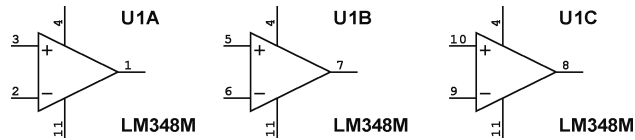

图 5-76 放置元器件“LM348M”
3) 双击该元器件或单击“确认”按钮，然后将光标移动到工作窗口，进入如图 5-76 所示的放置状态。